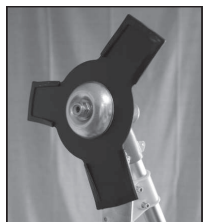

рис.6
Внимание! Не забудьте перед работой снять защитные чехлы с лезвий ножа. (рис.6)
7.7.2 Установка шины 4 и пильной цепи 5 (рис.13). Снимите верхнюю крышку редуктора цепной пилы 3 (рис.6) используя гаечный ключ.